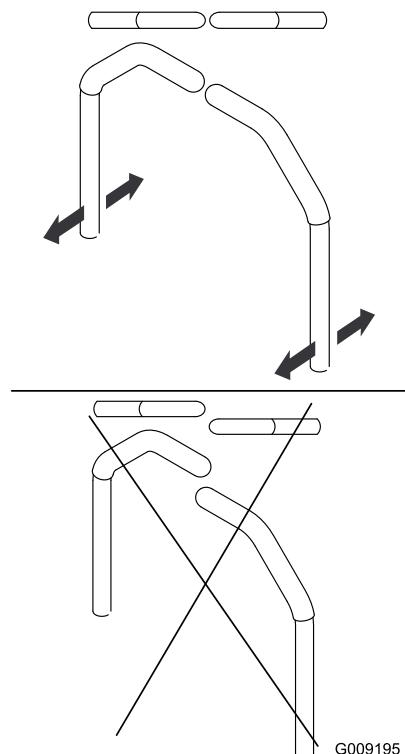

Рисунок 51
- Отрегулируйте продольное положение рычагов, установив их вместе в НЕЙТРАЛЬНОЕ положение и сдвинув так, чтобы они совпали, затем затяните болты (Рисунок 51).